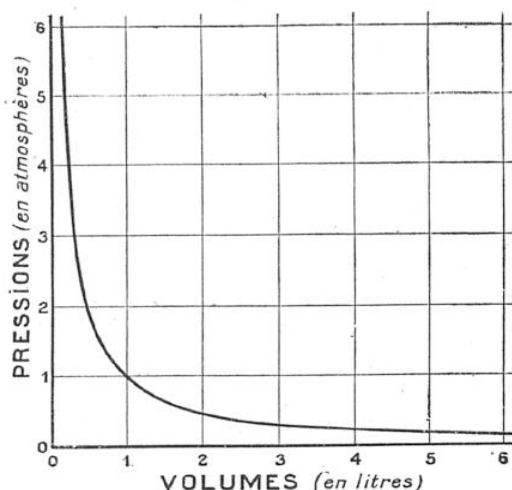

FIG. 10. - COMMENT VARIE LA PRESSION D'UN GAZ LORSQU'ON AUGMENTE OU QU'ON DIMINUE SON VOLUME
Nous terminerons par deux autres fonctions relativement simples. Quand on comprime un gaz, par exemple dans une pompe à bicyclette, au fur et à mesure que le volume diminue, la pression augmente : il faut une force de plus en plus grande pour maintenir le piston immobile. La représentation graphique est donnée par la figure 10, où, pour simplifier, on est parti d'un litre d'air à la pression atmosphérique : le graphique est une hyperbole (fig. 10), précisément une (1) des branches de la courbe obtenue en coupant un cône (fig. 7) par un plan parallèle à son axe ; on dit parfois que la pression d'un gaz est une *fonction hémographe* de son volume : quand le volume diminue de moitié, la pression double. L'hyperbole permet de concrétiser la proportionnalité inverse (la règle de trois inverse) : un travail donné exige une durée qui est inversement proportionnelle au nombre des ouvriers qui s'en occupent ; mais il ne faudrait pas en conclure que, si cinq ouvriers peuvent mettre un appartement à neuf en dix jours, cinquante ouvriers en viendraient à bout dans la journée !
(1) L'autre branche, qui serait symétrique par rapport à O (fig. 10), n'a, ici, aucune signification, puisqu'elle correspondrait à des valeurs négatives (?) du volume et de la pression.